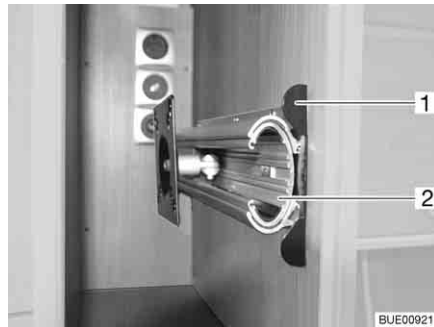

Fig. 72 Soporte en el armario de TV
- Hundir el listón de desbloqueo (Fig. 72,1).
- Extraer el dispositivo de extracción (Fig. 72,2) hasta el tope.
- Introducir el dispositivo de extracción (Fig. 72,2) hasta que engatille el listón de desbloqueo (Fig. 72,1).